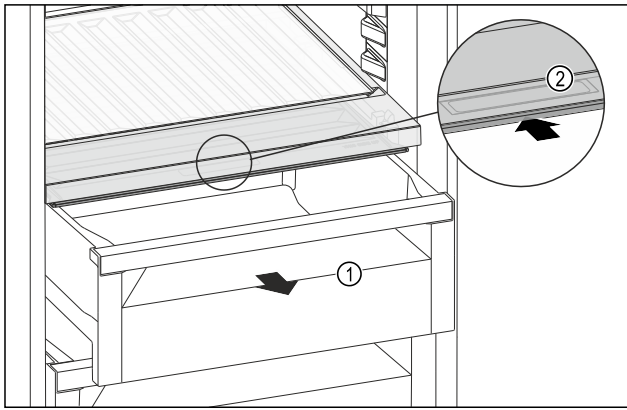

Fig. 156
- ▶ Schubfach Fig. 156 (1) herausziehen.
- ▶ Griffmulde Fig. 156 (2) am Fachdeckel anfassen und Fachdeckel gleichzeitig nach hinten schieben.